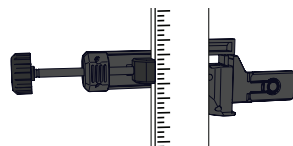

Figura 25
3. Mantenga presionado el botón de liberación de la abrazadera para cerrar la perilla de la abrazadera en la varilla para rasante. Gire la perilla de la abrazadera para apretar aún más la abrazadera hasta que quede bien fija. (Figura 25)